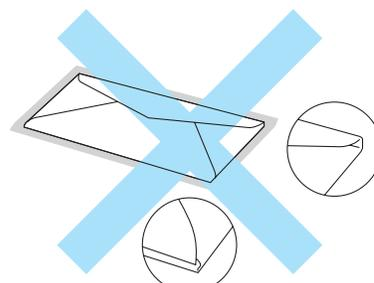

Figura 1-9
- com algum dos lados dobrado como indicado na Figura 1-9